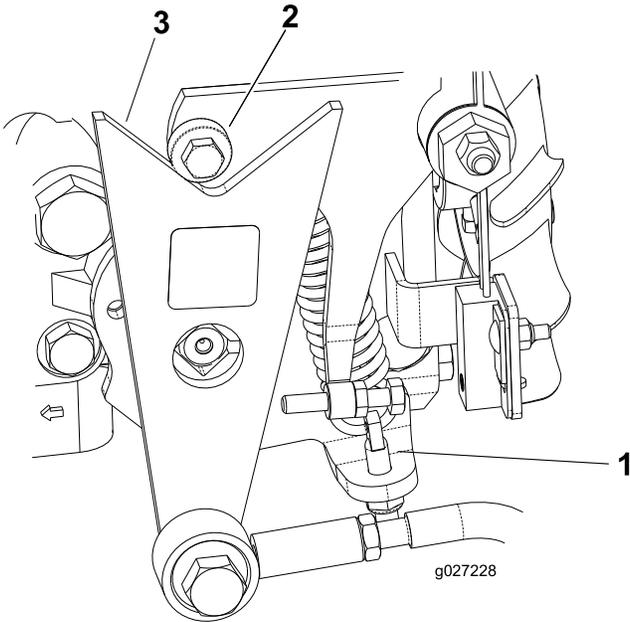

Bild 44
- Wenn sich die Räder in der richtigen Richtung bewegen, stellen Sie den Motor ab und stellen die Sicherungsmutter des Federeinstellstifts ein (Bild 44). Stellen Sie die Neutral-Stellung des Getriebes ein, siehe Einstellen der Leerlaufstellung für den Fahrtrieb \(Seite 33\).